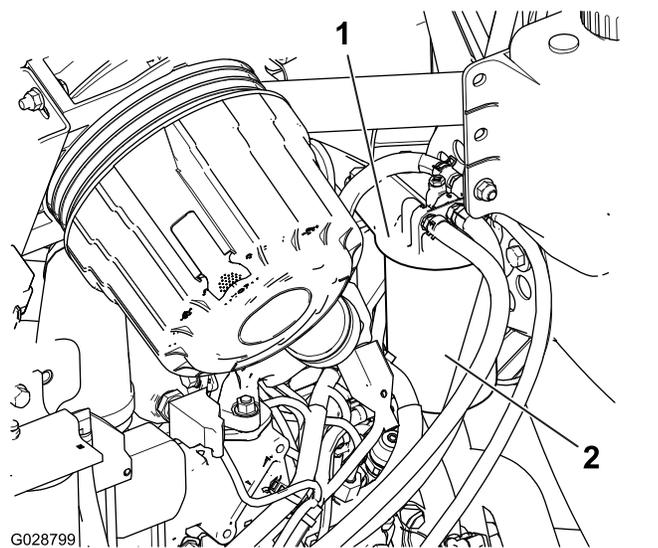

Рисунок 90
2. Снимите фильтр и очистите монтажную поверхность головки фильтра (Рисунок 90).
1. Очистите поверхность вокруг головки топливного фильтра (Рисунок 90).